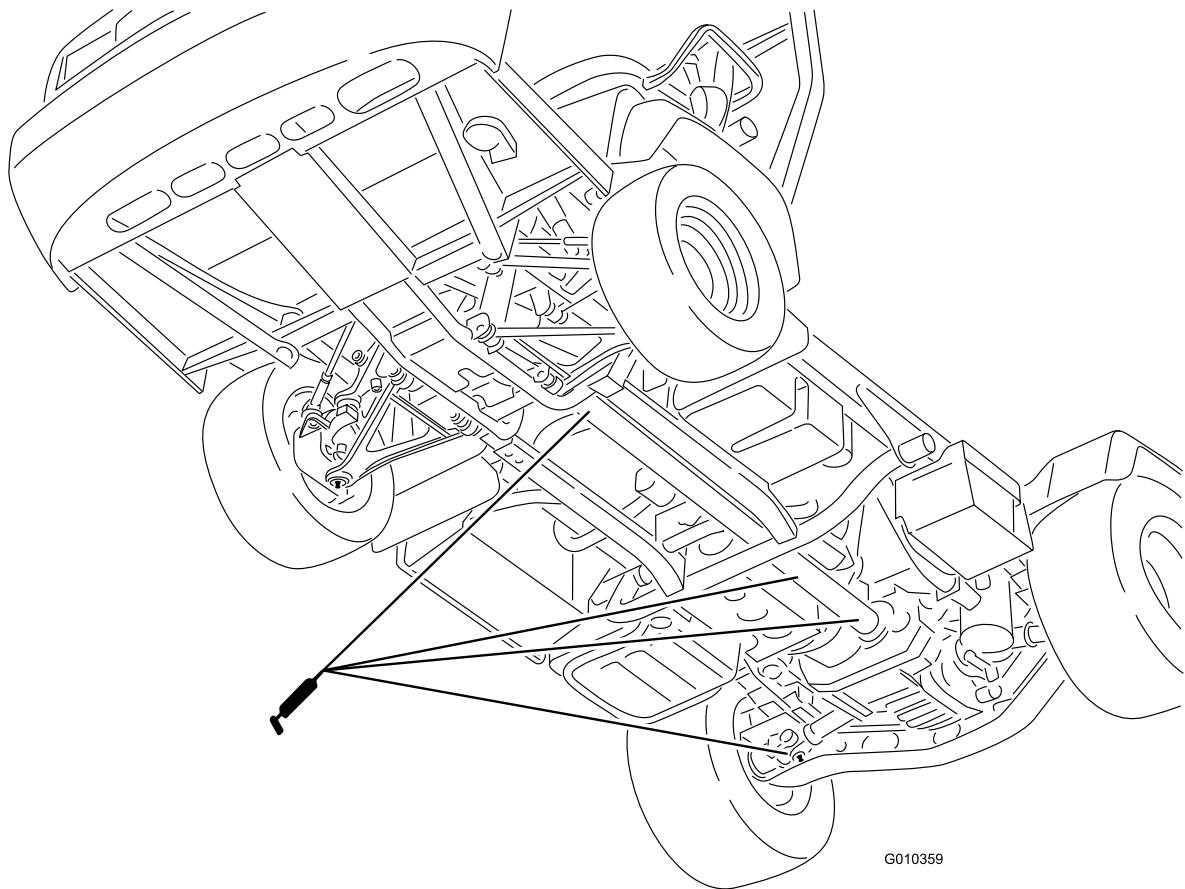

Рисунок 44
- Карданные шарниры (18) и 4 вала привода колес (3) (Рисунок 44)